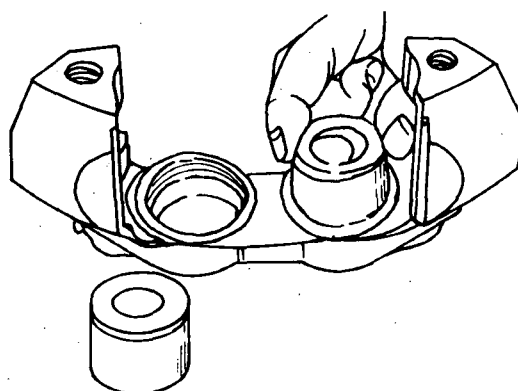

Fig. 8
- b Instale os êmbolos nos cilindros (fig. 8).